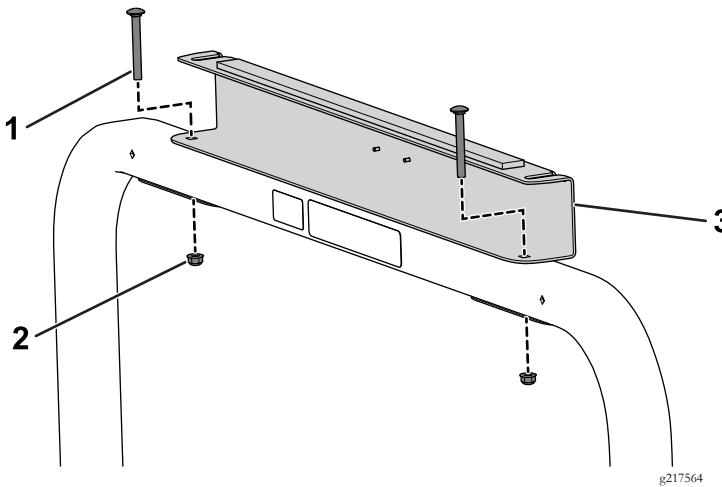

图27
5. 使用2个托架螺栓5/16 x 2 3/4 英寸和2个凸缘螺母5/16 英寸将后顶篷支架和后滤网固定到翻车保护杆上图27。